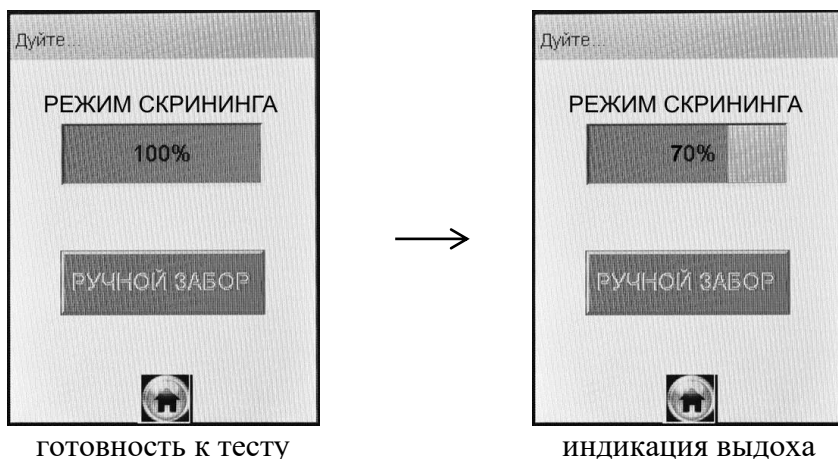

Рисунок 23 – Режим скрининга
На сенсорном экране появится сообщение о готовности к тесту (рисунок 23, слева).
2.12.6 Если обследуемый обеспечивает требуемый расход выдыхаемого воздуха, во время выдоха звучит опорный звуковой сигнал, и на индикаторе продолжительности выдоха предьявляется оставшееся время выдоха в процентах (рисунок 23, справа). Выдох целесообразно прекратить по окончании опорного звукового сигнала. Анализатор произведет автоматический отбор пробы выдыхаемого воздуха из мундштука-воронки.